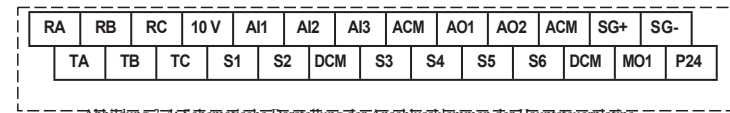

Abbildung 3-4: Schematische Darstellung der Anschlussklemmen der Hauptsteuerplatine
1) Schematische Darstellung der Anschlussklemmen der Steuerschaltung (Abbildung 3-4)